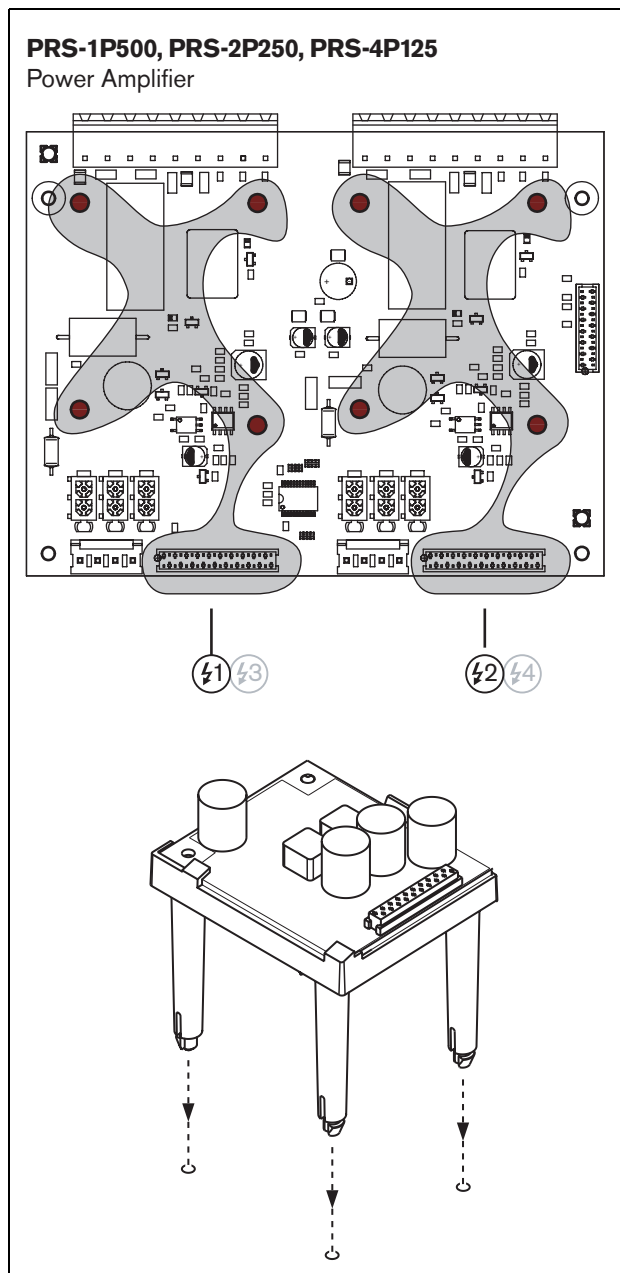

Abbildung 12.4: Installation
- 1 Entfernen Sie die Abdeckung von der Endstufe und suchen Sie die Ausgabeplatine (siehe Abbildung 12.4).
- 2 Lassen Sie die Überwachungsplatine auf der Tischkonsole einrasten (siehe Abbildung 12.4).